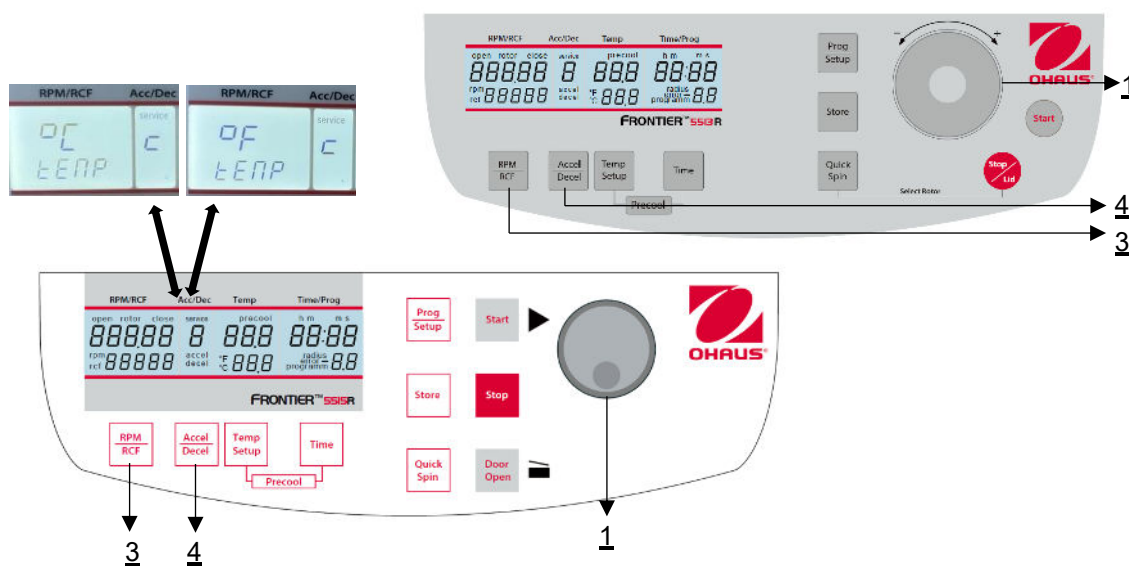

Figura 27
Procedere come descritto al punto 4.1.1 per entrare in questa modalità di programma e poi premere il tasto **"Accel/Decel"** (4). Nel display **"Acc/Dec"** (A-2) lampeggia la parola **"Service"** (M12). Selezionare ora la lettera **"C"** con il bottone di regolazione / rotella (1). Di conseguenza, nel display **"RPM | RCF"** (A-1) appare la scritta **"°C/°F"**. Se si preme il tasto **"RPM | RCF"** (3), lampeggia la scritta **"°C"** e si può cambiare la visualizzazione in Fahrenheit **"°F"** con la manopola di regolazione/rotella (1) (vedere Figura 27).